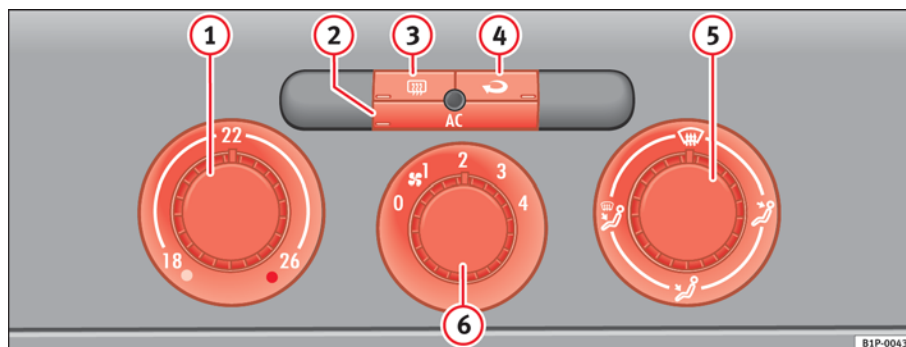

Fig. 107 Mandos del Climatic en el tablero de instrumentos
- Gire el regulador de la temperatura ⇒ fig. 107 ① hacia la derecha hasta alcanzar el grado de calefacción deseado.